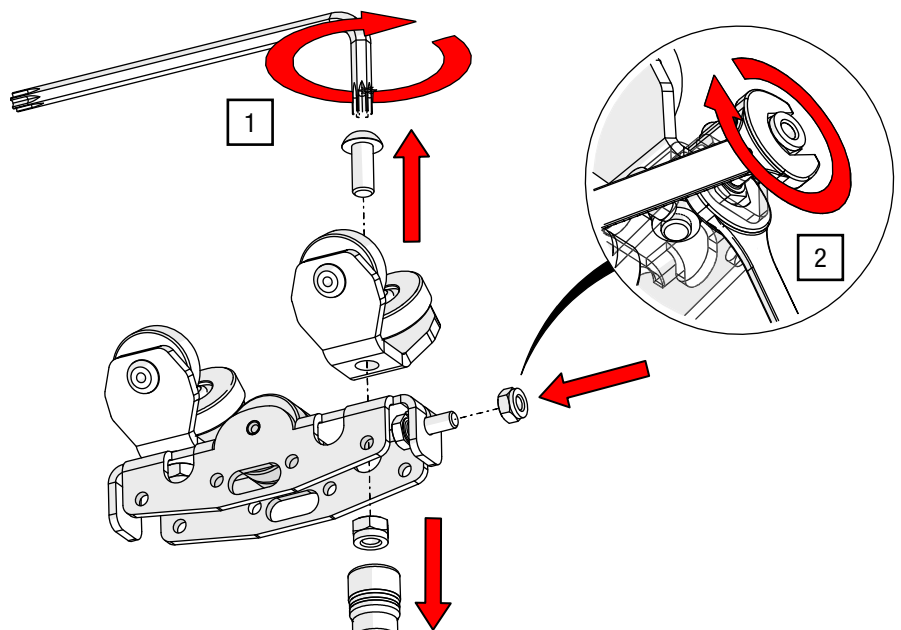

Abb. 48: Zugwagen OFFICE Überzugb. – Montage von Schraube für Magnetkopplung
1. Lösen Sie am Zugwagen die Verschraubung der vorderen Radaufnahme mit Sechskant-Steckschlüssel SW 8 und TORX®-Schlüssel T25 (siehe Abb. 48).
2. Entfernen Sie den Gummipuffer, montieren Sie die Schraube des Koppelmagnets im Zugwagen und ziehen Sie die Sechskantmutter mit zwei Gabelschlüsseln SW 4 mit 3 Nm an (siehe Abb. 48).